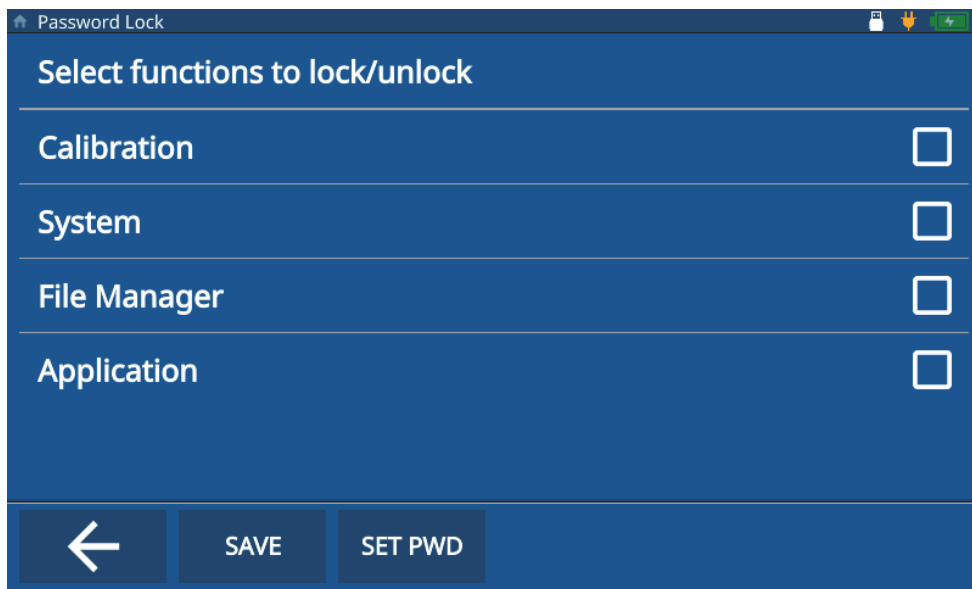

图 8-1 仪器锁定屏幕
用密码锁定屏幕（参见第74页的图 8-1）可使您锁定以下功能：
4. 选中相应的复选框，以选择要锁定的功能（参见第74页的图 8-1）。